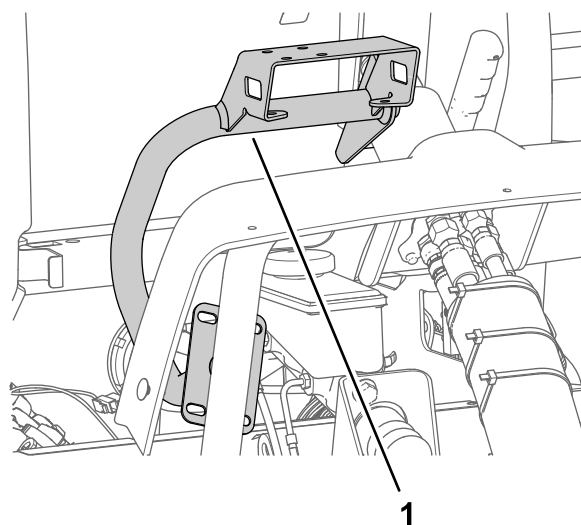

Figura 160
1. Allineate il supporto del monitor alla macchina, come illustrato nella Figura 160.